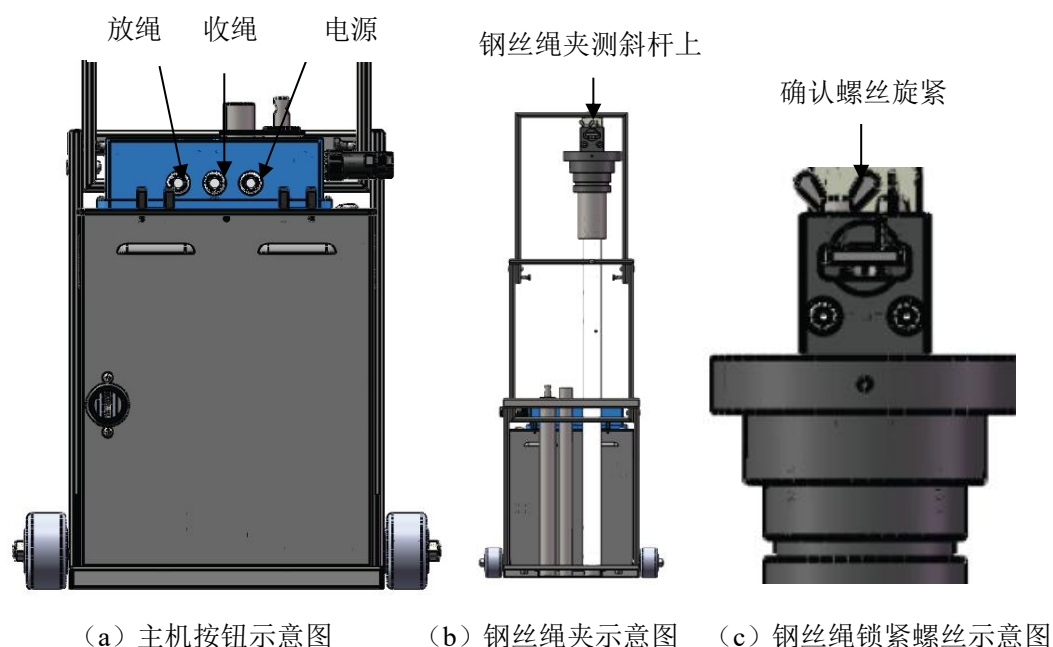

图 5 开机示意图
(1) 按下电源按钮，以开启测斜仪主机。
(2) 进入“自动收放绳模式”1，按住“放绳”按钮 2 秒，此时“收绳”、“放绳”按钮指示灯同时处于常亮状态（图 5）。
(3) 在“自动收放绳模式”下，按下“放绳”按钮后松开，开启自动放绳功能（手拉钢丝绳将自动放绳），此时“收绳”、“放绳”按钮指示灯由同时常亮变为仅“放绳”按钮指示灯常亮。在此模式下，拉出钢丝绳到合适长度（约 60cm），以便取出测斜杆。
(4) 确认管口适配装置上钢丝绳锁紧螺丝为锁紧状态，整体取下管口适配装置和测斜杆，将测斜杆插入待测斜管内。